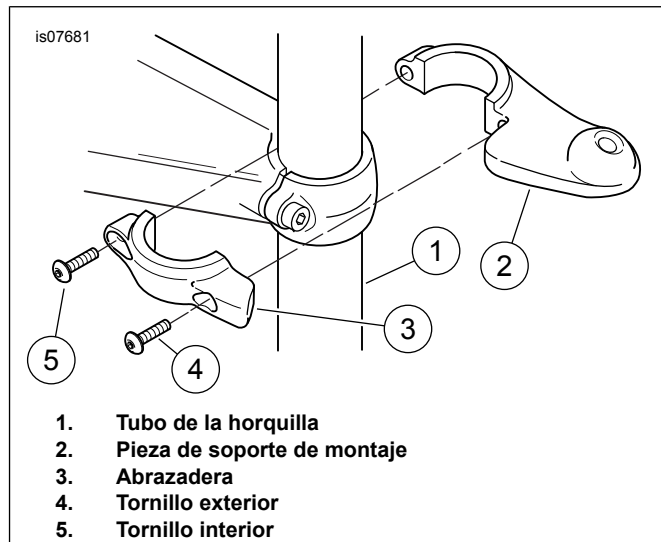

Figura 1. Instalación de la pieza de soporte de montaje en el tubo de la horquilla (se muestra el lado derecho)
1. Vea la Figura 1. Instale la pieza de soporte de montaje del lado derecho (2) en el tubo de la horquilla (1) usando la abrazadera del lado derecho (3) y los dos tornillos con cabeza de casquillo hexagonal (4 y 5). Apriete el tornillo exterior (4) a 8–9 N·m (70–80 in-lbs). Apriete el tornillo del lado interior (5) a 8–9 N·m (70–80 in-lbs).